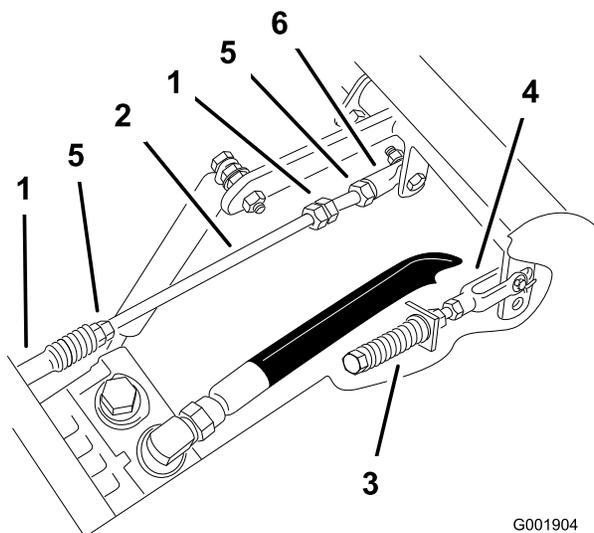

Figure 80
1. Desserrez les contre-écrous sur les rotules de la tige de commande de la pompe (Figure 80).
3. Réglez la longueur de la tige de pompe en tournant les doubles écrous dans le sens voulu, jusqu'à ce que la roue soit immobilisée ou tourne légèrement en marche arrière (Figure 80).
6. Serrez les contre-écrous contre les rotules (Figure 80).